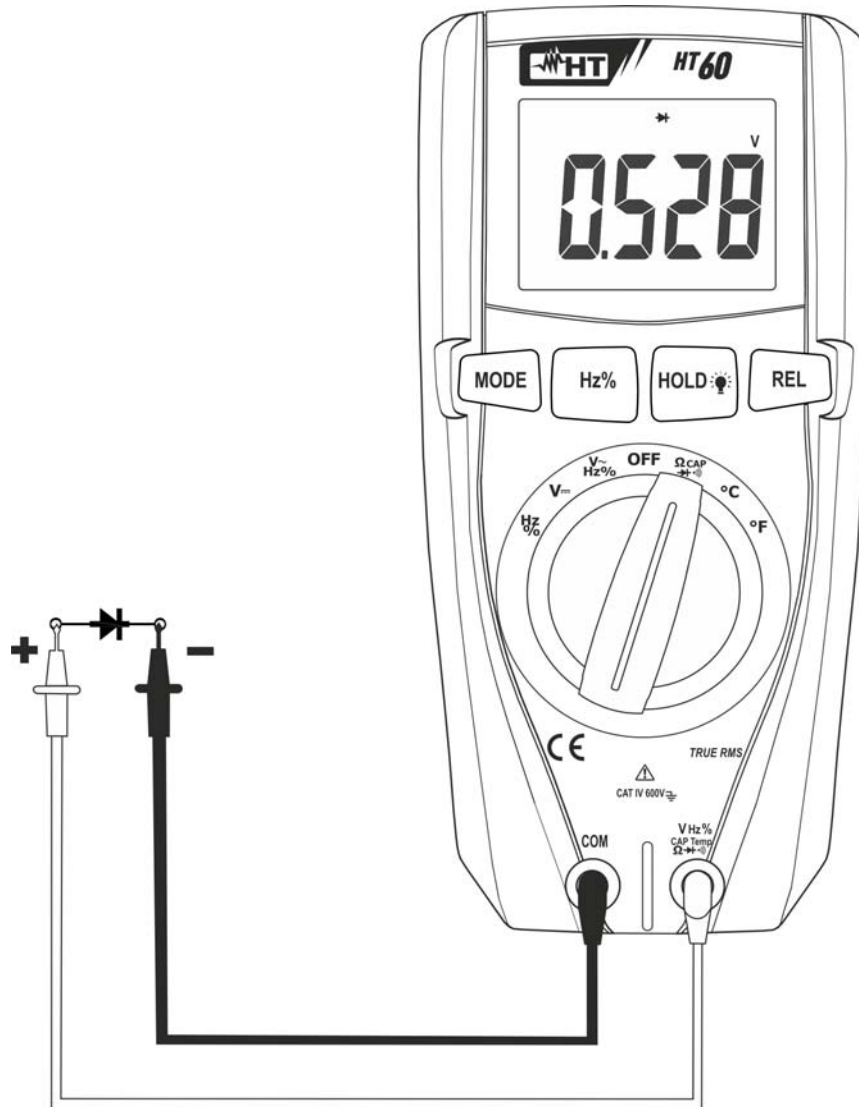

Abb. 5: Verwendung des Gerätes für Diodenprüfung
4. Verbinden Sie die Messleitungen mit den jeweiligen Enden der zu messenden Diode und achten Sie dabei auf die angegebene Polarität (siehe Abb. 5). Der Spannungsgrenzwert wird im Display angezeigt.